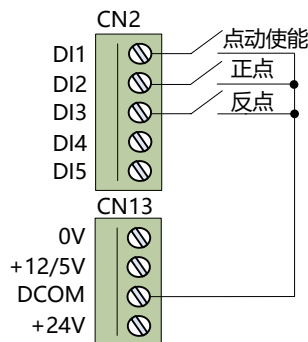

图 5-4 点动功能端子
5、点动功能，点动功能可以实现瞬时切换使电机短暂旋转。点动功能通常用于对现场设备的维护和调试。点动功能启动信号需由三个数字输入端给出，如设置 DI1 为点动功能端子 (**n7.00=9**)，DI2 为正点功能端子 (**n7.01=43**)，DI3 为反点功能端子 (**n7.02=44**)，接线方法如图 5-4 所示。